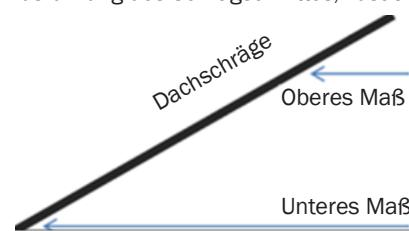

Abb. 9
- Dachschräge einmalig mittels Messen (Abb. 9) oder Schmiege (Art.-Nr. 36 82 00) auf Dämmplatte übertragen und auf Auflageschiene (6) stellen.
- Schneidebügel ausziehen, Feststellschraube (8) für Auflageschiene (6) mit Dämmplatte anheben bis Draht des Schneidbügels mit der Markierung auf der Dämmplatte übereinstimmt.
- Feststellschraube (8) fixieren und Schneidedraht durch die Platte führen.